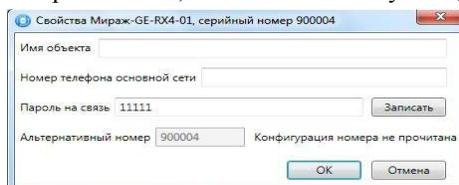

Рис.31 Задание параметров
- ✓ в открывшемся окне укажите имя объекта, номер телефона основной сети *контроллера*, задайте пароль на связь (по умолчанию установлен пароль 11111) и нажмите кнопку *OK* (Рис. 31);